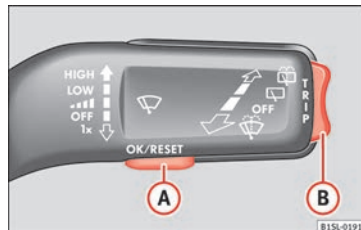

Fig. 33 Palanca del limpiaparabrisas: teclas de control.
- Si se visualiza un mensaje o el pictograma del vehículo, pulse la tecla **OK/RESET** (» fig. 33 **A**).
- Pulse la parte superior o inferior de la tecla basculante » fig. 33 **B** hasta que aparezca el punto de la indicación deseado.